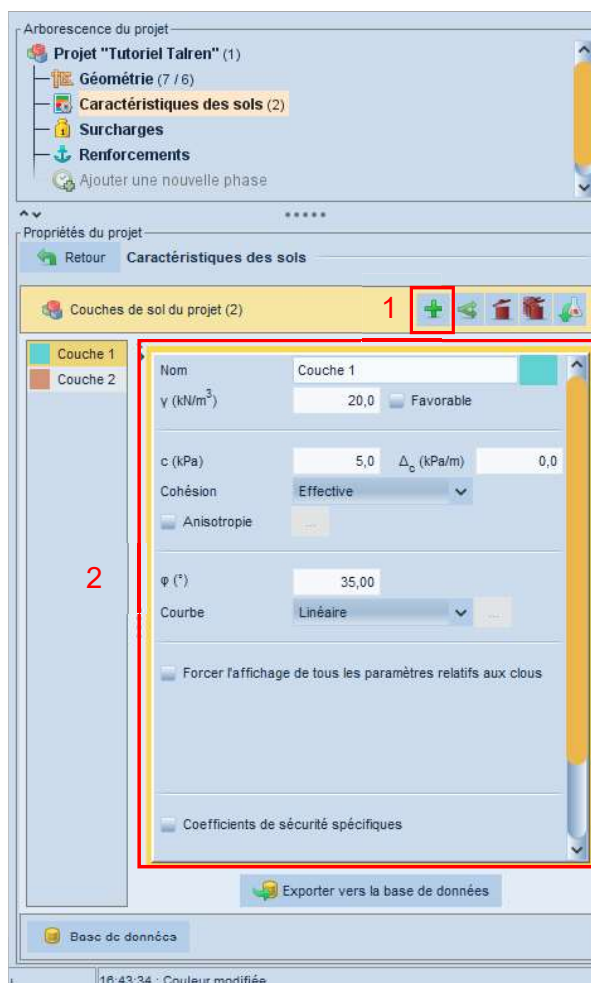

Figure 9. Volet des propriétés des caractéristiques de sols (couche 1)
1. Sélectionner l'item **Caractéristiques des sols**  de l'arborescence du projet. Cliquer sur le bouton **Créer nouvelle couche de sol**  (1), puis compléter les données pour la première couche (Figure 9). Les unités à utiliser sont celles définies au début du projet. Elles sont rappelées dans tous les écrans de saisie (en l'occurrence, kN, m et degrés).
Talren n'affiche que les données strictement nécessaires. Or les clous ne sont pas encore définis, et Talren ne « sait » donc pas encore que les clous traversent la couche 2. La donnée q_s n'est donc pas visible sur la Figure 9, sauf si l'on coche l'option **Forcer l'affichage de tous les paramètres relatifs aux clous** au préalable.